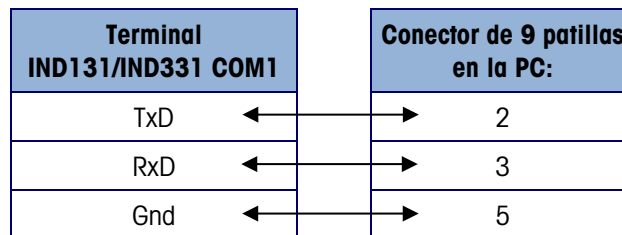

Figura 4-11: Instalación eléctrica del cable serial
17. Conecte un cable serial configurado como se muestra en la Figura 4-11 de una PC a la terminal.